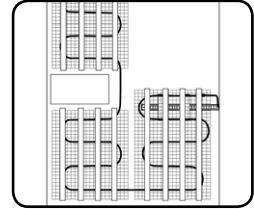

fig. 10
-En ningún caso se debe cortar el cable calefactor! Usted puede ajustar-cortar únicamente la base de malla de fibra de vidrio. Si usted necesita ajustar las espiras del cable, tenga en cuenta que la dimensión de la espira (distancia entre cable) debe ser superior a 3 cm (ver fig. 10, 11, 12).